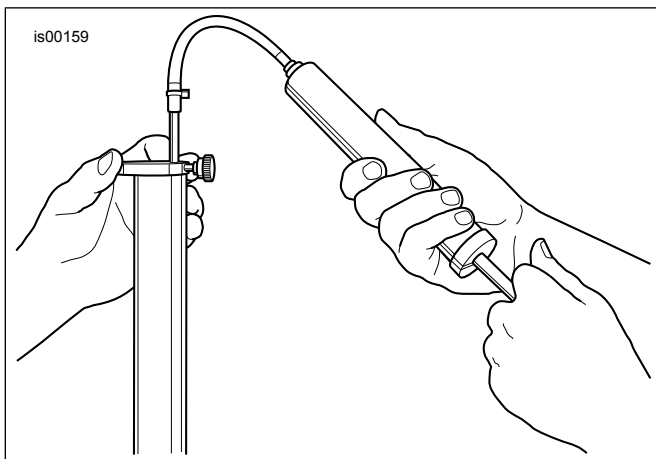

Рисунок 8. Удаление лишнего гидравлического масла (HD-59000B)
- a. См. рис. 8. Возьмите указатель уровня масла в передней вилке (HD-5900B).